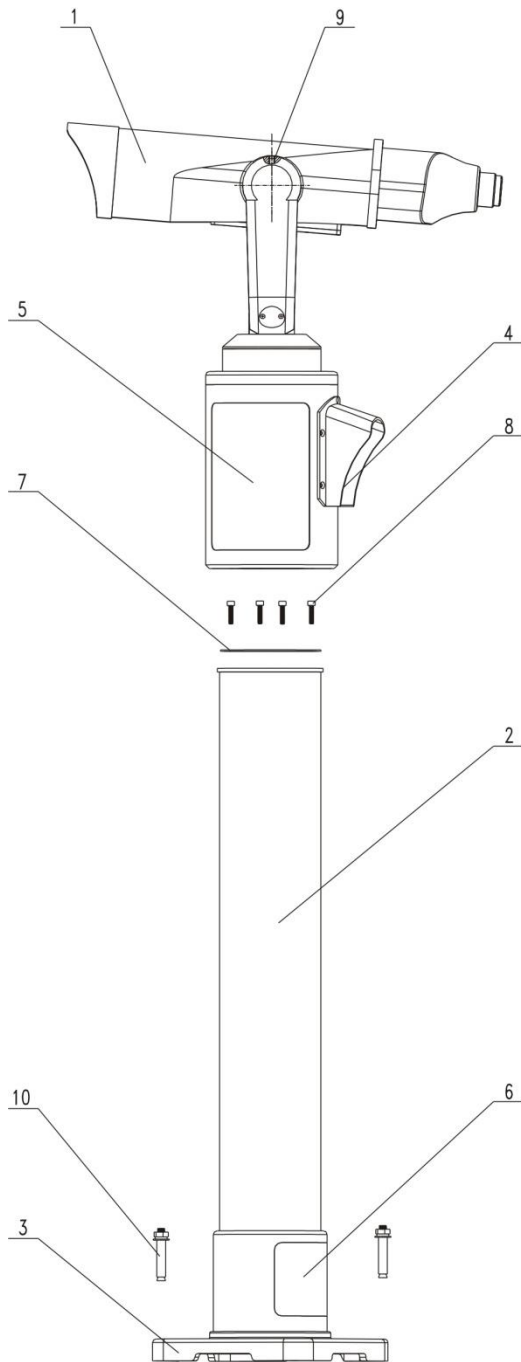

Figure 1
1. La configuration du télescope à pièces Bonview 20x100 d'Omegon® est illustrée dans la figure 1.